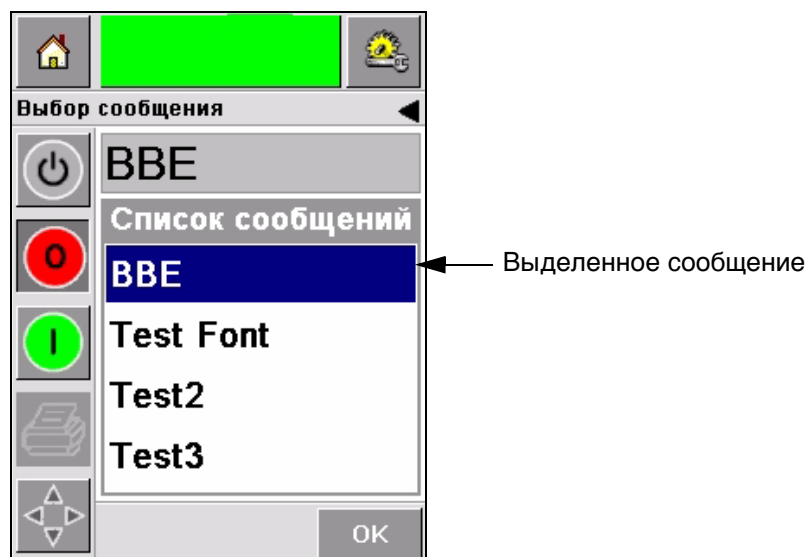
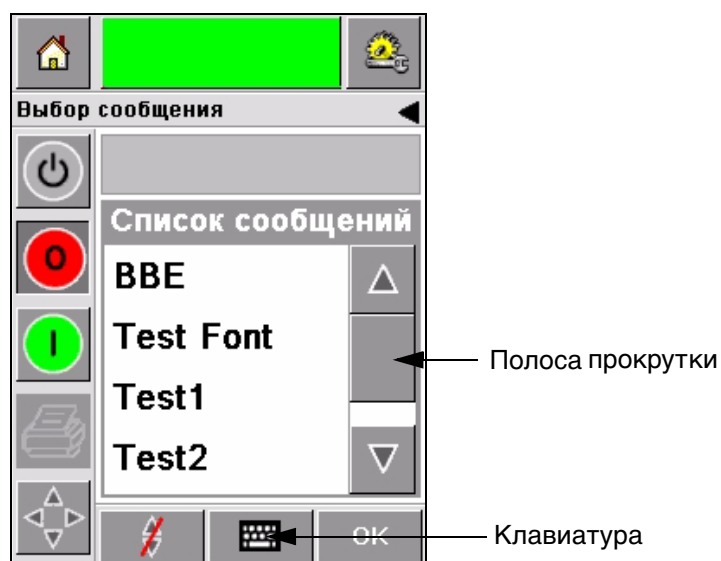

Рисунок 5-3: Выбор сообщения
Рисунок 5-4: Полоса прокрутки
- 2 Если список сообщений короткий и помещается на экране, найдите нужное сообщение и нажмите на его имени в списке. Выбранное имя окажется выделенным. (Рисунок 5-3).
- Использовать полосу прокрутки (Рисунок 5-4 на странице 5-4). Полоса прокрутки позволяет перемещаться вверх и вниз по списку, чтобы просмотреть все сообщения и выбрать нужное.
- Нажмите пиктограмму Клавиатура (Рисунок 5-4 на странице 5-4). Появится экран выбора задания с клавиатурой ввода (подобной клавиатуре мобильного телефона). Во время набора нужного имени система осуществляет автопоиск по вводимым символам и находит нужное сообщение (Рисунок 5-3).